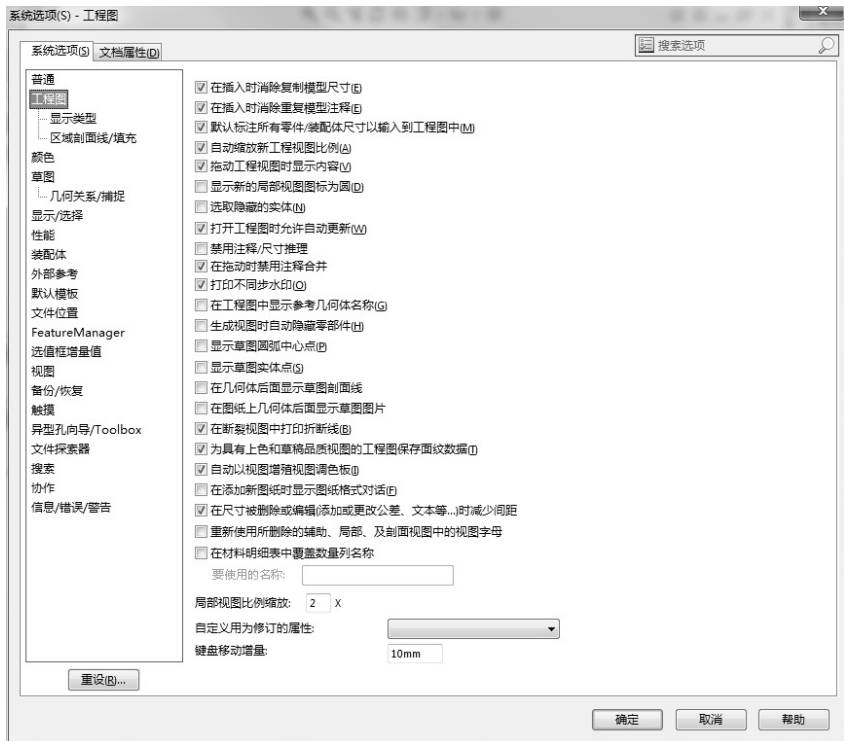

图 8-1 系统工程图选项操控板
- [1] 单击菜单【工具】/【选项】/【系统选项】/【工程图】，出现系统工程图选项操控板，如图 8-1 所示。